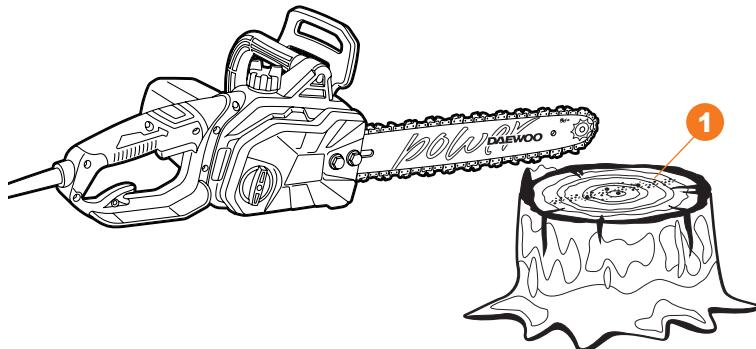

Рис. 6
Перед каждым использованием проверяйте работу смазки цепи, для этого расположите пилу пильной шиной над светлым сухим предметом, включите её и удерживайте в таком положении до 30 сек., образуется след от масла ①, спадающего с шины. Не используйте пилу если нет подачи масла или подача масла минимальна, в случае данной неисправности обратитесь в сервисный центр (Рис. 6).